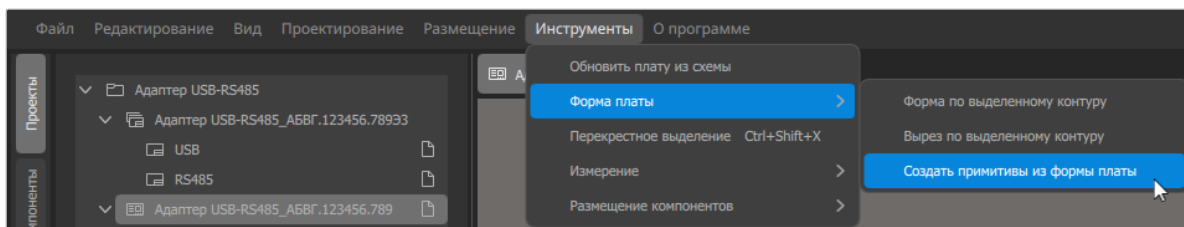

Рисунок 159. Команда меню «Создать примитивы из формы платы»
- 2) Вызвать инструмент из адаптивного меню *Инструменты* → *Форма платы* → *Создать примитивы из формы платы* (см. рисунок 159).